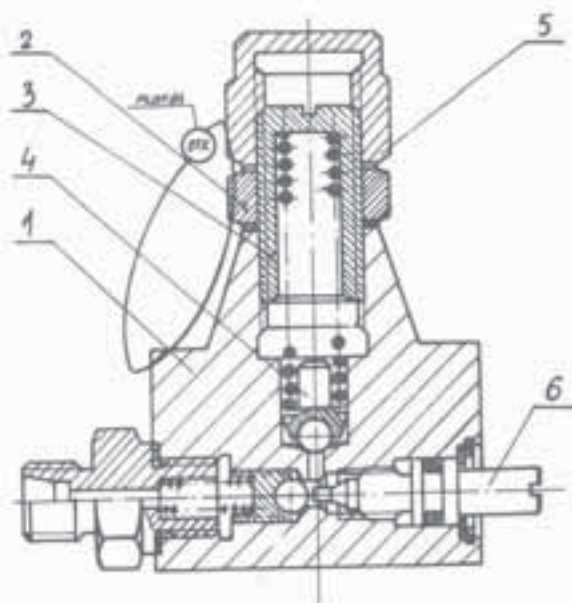

Рис. 4. Предохранительный клапан грейферного и кранового оборудования
3. Винт 6 /рис.4/ завернуть до упора.